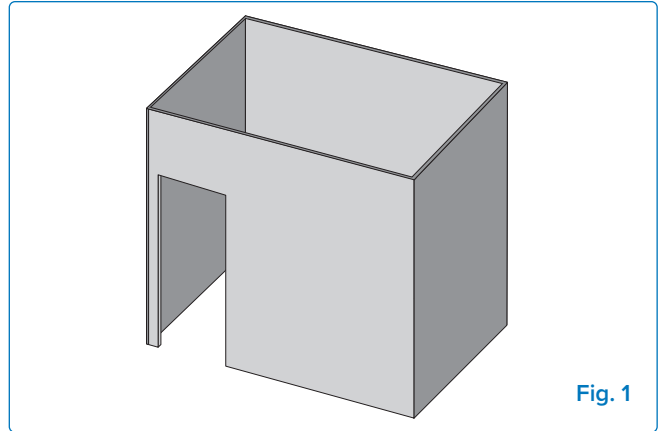

Fig. 1
- Het apparaat wordt beschouwd als buitenshuis als het is geïnstalleerd in een schuilplaats met muren aan drie zijden maar zonder overdekking. **(Fig. 1).**